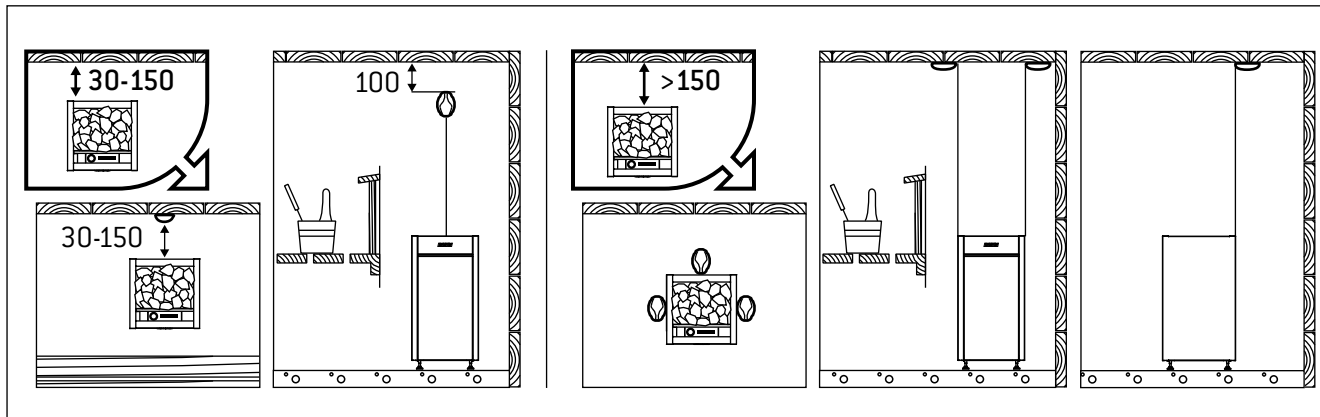

Рисунок 7. Установка датчиков (все размеры приведены в миллиметрах)
- Установите датчик на стену сауны, как показано на рис. 7. При установке каменки от стены далее, чем 150 мм, датчик должен быть установлен на потолке.